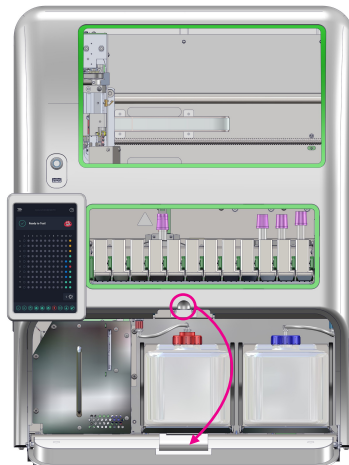

Figura 54
1. Abra a porta frontal para acessar o compartimento de frascos (Figura 54).